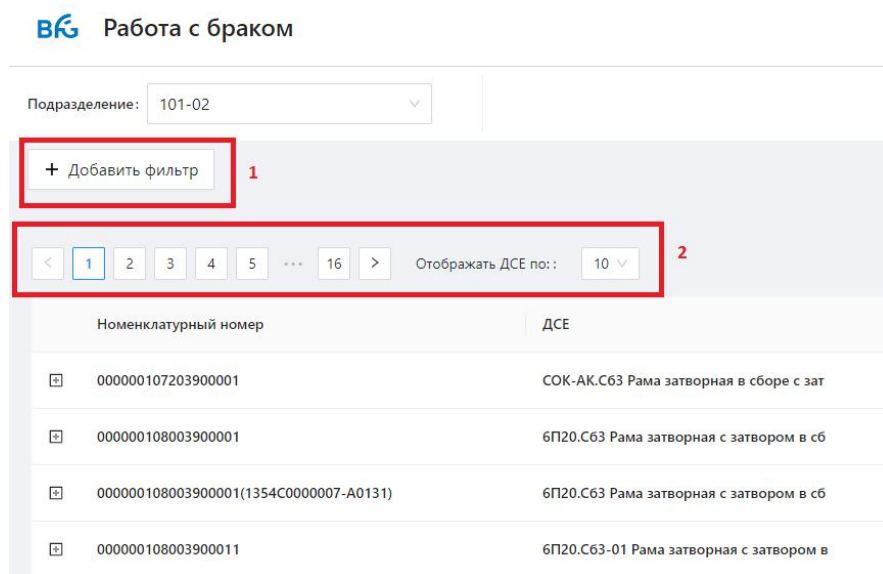

Рисунок 164
2. Найти строку ДСЕ с помощью инструментов поиска (Рисунок 164 п. 1) см. подробнее п.5 Работа с фильтром и постраничной навигацией (Рисунок 164 п. 2).